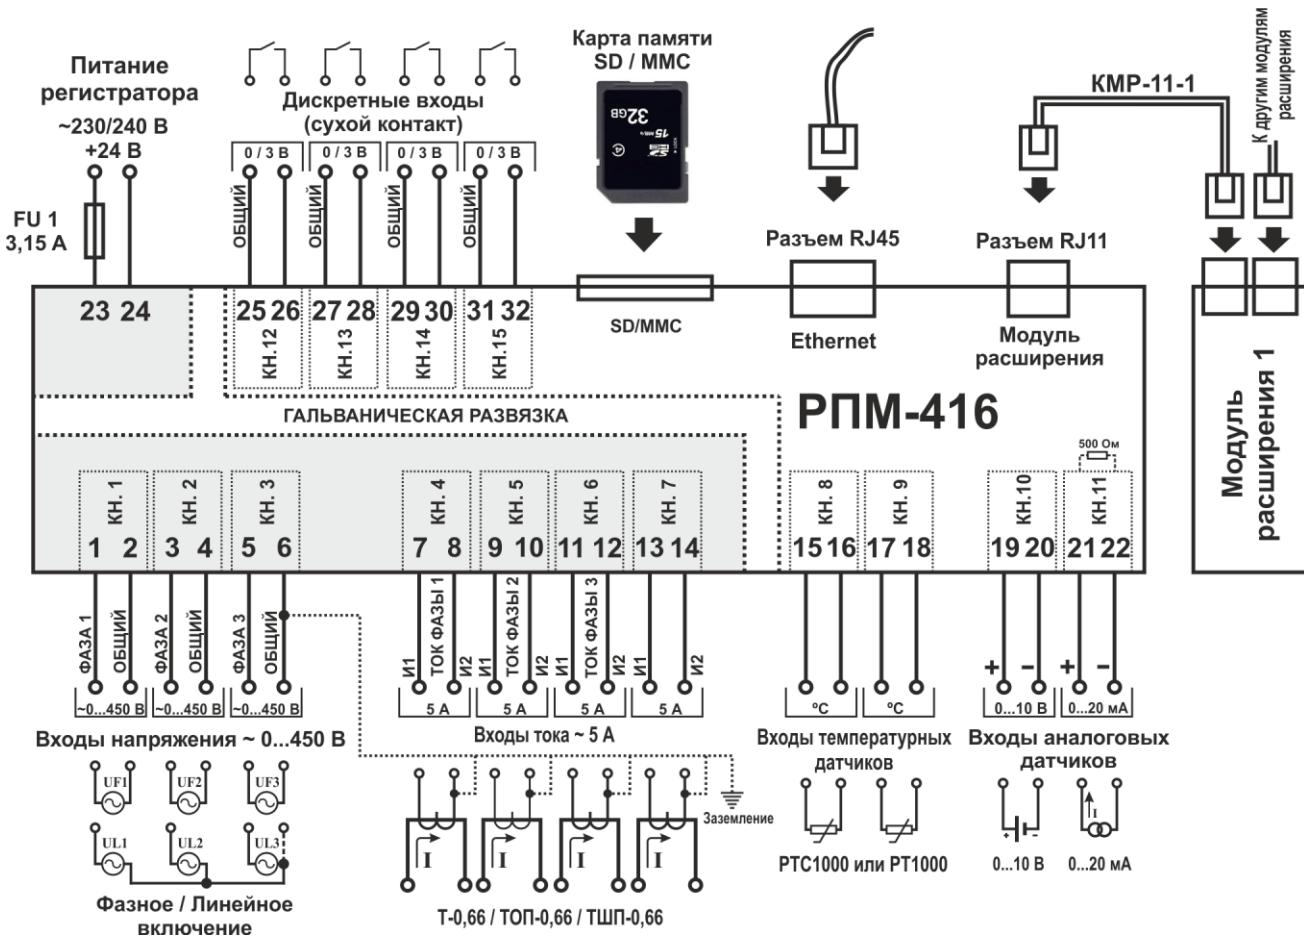

Рисунок 5.1 – Схема подключения РПМ-416
**ВНИМАНИЕ! ПОДКЛЮЧЕНИЕ МОДУЛЕЙ РАСШИРЕНИЯ ВЫПОЛНЯЕТСЯ С ПРАВОЙ СТОРОНЫ КОРПУСА РЕГИСТРАТОРА И ТОЛЬКО ПРИ ПОМОЩИ КАБЕЛЯ КМР-11-1 (СМ. РИСУНОК 5.1).**